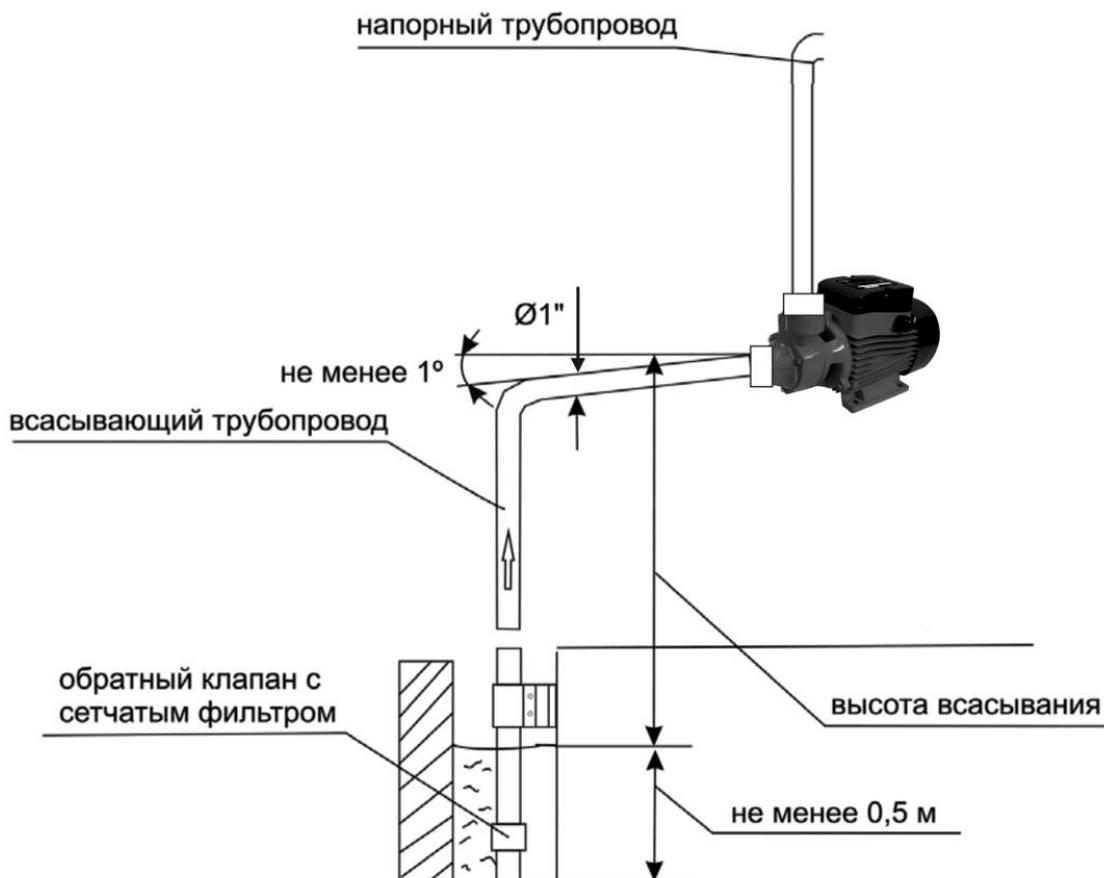

Рис. 3 - Схема монтажа насоса
- Для гарантированного всасывания воды, перед пуском полностью заполните всасывающий трубопровод рис. 3. Для того, чтобы вода не выливалась из всасывающего трубопровода (шланга), на его конце должен быть установлен обратный клапан.